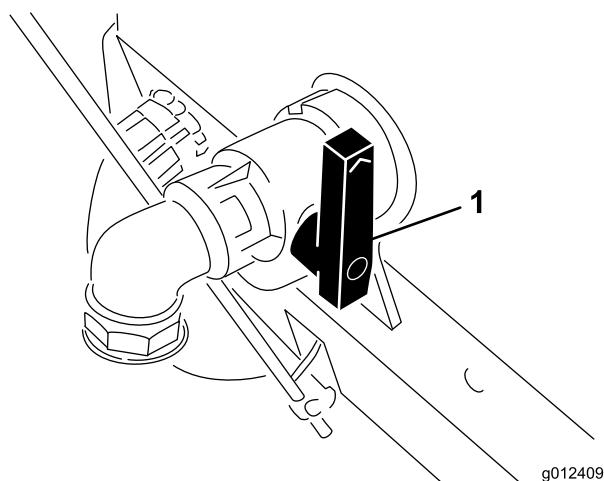

図 21
3. ペイント・コントロール・レバーが解除位置にあること、また、タンクのドレン・バルブが閉じていることを確認する (図 21)。